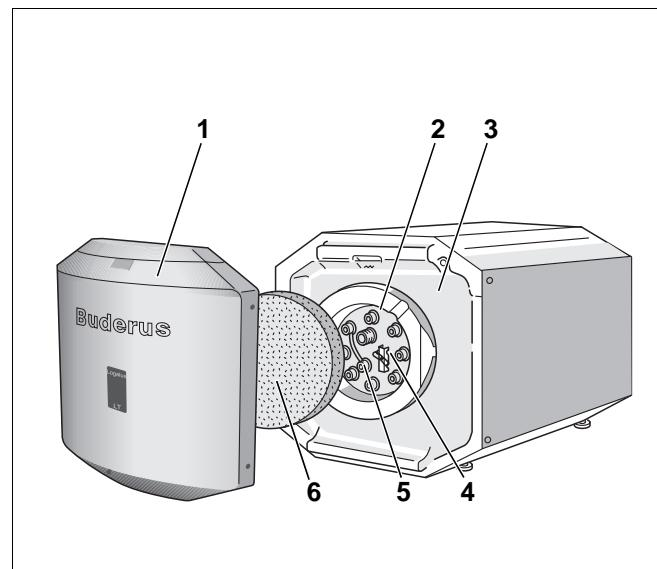

Рис. 1 Бак-водонагреватель Logalux LT135/1 – 300/1
Антакоррозионная защита состоит из гигиенической термоглазури DUOCLEAN MKT, разработанной фирмой Бuderus, и дополнительной катодной защиты в виде магниевого анода (рис. 1, **поз. 5**), доступ к которому осуществляется через крышку смотрового люка (рис. 1, **поз. 2**).
- Крышка смотрового люка (рис. 1, **поз. 2**) для проведения техобслуживания и чистки.
- Теплоизоляция (рис. 1, **поз. 3**)
Теплоизоляция из не содержащего вредных веществ полиуретанового пенопласта нанесена непосредственно на бак. Теплоизоляционный элемент (рис. 1, **поз. 6**) из пеноматериала уменьшает теплопотери через крышку смотрового люка.
- Температурный датчик (рис. 1, **поз. 4**)